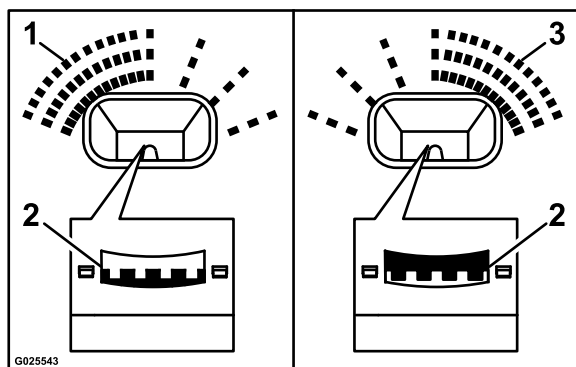
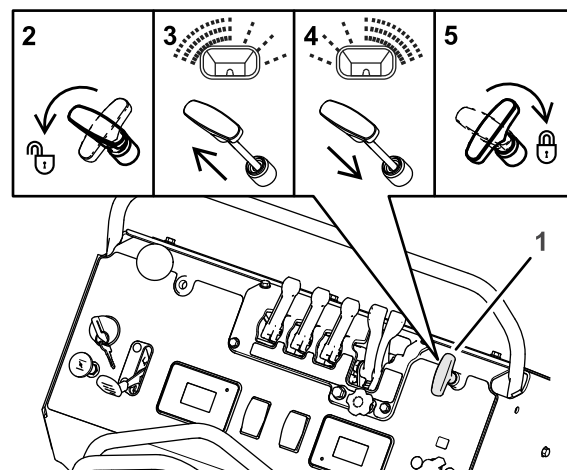

Figure 36
Figure 37
Si l'épandage est inégal d'un côté à l'autre, trop léger/excessif d'un côté par exemple (voir Figure 36 et Figure 37), réglez la répartition comme suit :
1. Débloquez la commande d'épandage en tournant la poignée dans le sens antihoraire de 90°, comme montré en 2 sur la Figure 37.
légèrement la commande d'épandage vers le haut; voir 3 sur la Figure 37.
- Si la quantité épandue est trop importante sur le côté droit de la machine, poussez légèrement la commande d'épandage vers le bas; voir 4 sur la Figure 37.
3. Bloquez la commande d'épandage en tournant la poignée dans le sens horaire de 90°; voir 5 sur la Figure 37.